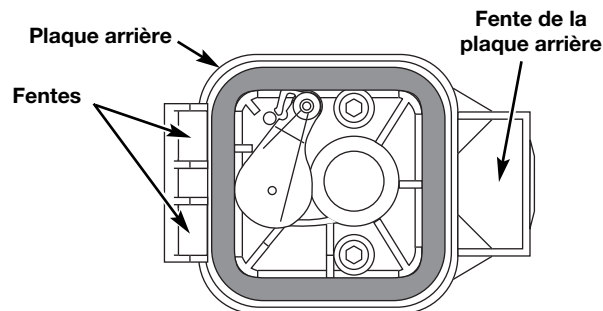

Fig. 27
6. Remplacez le filtre (Fig. 27).